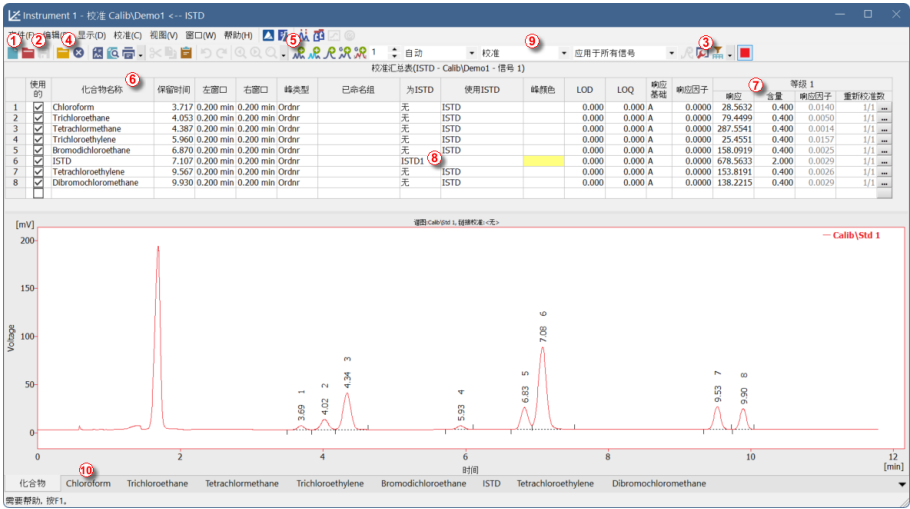

图17: 校准窗口 - 打开标准
- 单击结果表①中的一个单元格将为与您刚刚选择的行相对应的峰值(或选择的多个单元格的峰值)上色。
- 一次只能激活一个检测器信号。活动信号可通过三种方式识别：第一种是在色谱图②右上角的图例部分，活动信号以粗体文字显示；第二种，在重叠工具栏③中，它被标记为一个凹陷的图标 ；第三种，可以通过色谱图轮廓和表头的颜色来识别哪个是活动信号。通过在图例部分双击活动信号的名称来更改活动信号。你会发现结果表发生了变化。
- 可以使用**色谱窗口**④左侧工具栏对应的图标或者直接点击下部的**积分标签**⑤来修改当前活动的色谱峰的积分。使用任何方式对积分进行修改都将反应在**积分表**中,并且将会保存至示例的方法下。
- 要永久地为色谱峰添加颜色,请单击**结果**标签右侧的**视图按钮**⑥。这个操作将会链接进校准文件。在**校准汇总表**,找到**峰颜色列**(查看第27页第**图17**.)。如果需要对色谱峰修改颜色,可以点击该区域并选择图标选择色谱峰希望显示的颜色。选择需要的颜色并点击**确定**。关闭**校准**窗口时,系统将要求您保存更改。通过菜单栏的图标返回**色谱图**窗口。现在在**校准**窗口设置的色谱峰颜色会显示在当前色谱图上。
- 使用 **打开标准**  图标(黄色) ④ 打开STD1.PRM数据文件。现在在校准窗口的下方会显示标准品的色谱图。
- 点击 **增加所有**  图标(蓝色) ⑤ 将所有已定义的色谱峰添加至校准表。校准窗口中显示的表格将如第27页第图17.所示准备完成。
- 如校准汇总表和色谱图所示, 每个峰都是用它们的保留时间来识别的。要标记峰, 请单击化合物名称列 ⑥ 中的区域并将其编辑为第27页第图17.上所示的名称。您还可以在峰颜色列中设置特定峰的颜色, 例如, 将ISTD峰的颜色设置为黄色。请注意, 所做的更改不会立即影响当前色谱图。
- 根据对应的化合物浓度填写含量列 ⑦ 的数值。在本混合标准品中, 除了第6个色谱峰(ISTD)外, 其余化合物的含量都是0.4。
- 第6个峰被标记为ISTD峰。在为ISTD列更改该化合物的类型为ISTD1 ⑧, 并在含量列将数值修改为2。